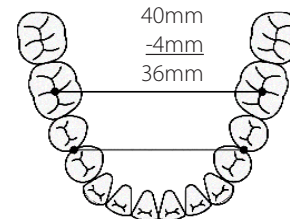

Fig. 1 / Abb. 1 / Afb. 1
1) When the mandibular permanent first molars are in a normal position, measure in millimeters across the arch, central pit to central pit. Then subtract 4mm from this measurement (**Fig. 1**). The result will yield the size of the rotator to use in the maxilla and includes 1.5 to 2mm of over-correction from the width of the molars bands and lingual sheaths. (When the rotation and expansion is **greater** than 4mm, we recommend you use the Nitanium Palatal Expander 2.)
1) Quando i primi molari mandibolari permanenti sono in posizione normale, misurare in millimetri la distanza trasversale dell'arco, dall'incavo centrale all'incavo centrale. Sottrarre 4mm dalla misura così ottenuta (**Fig. 1**). Il risultato corrisponde alla misura del rotatore da utilizzare nella mascella ed include 1,5-2mm di correzione in più dovuti allo spessore delle bande molari e delle guaine linguali. (Quando la rotazione e l'espansione **superano** 4mm, si consiglia di utilizzare il Nitanium Palatal Expander 2.)
1) Cuando los primeros molares mandibulares permanentes estén en posición normal, mida en milímetros a través del arco, de fosa central a fosa central. Luego reste 4mm de esta medida (**Fig. 1**). El resultado proporciona el tamaño del rotador que debe usarse en el maxilar e incluye una sobrecorrección de 1,5 a 2mm del ancho de las bandas molares y vainas linguales. (Cuando la rotación y expansión **exceden** 4mm, recomendamos utilizar el Nitanium Palatal Expander 2.)
1) Une fois les premières molaires de la mâchoire inférieure mises en position normale, mesurer la distance en millimètres en travers l'arcade, d'une fosse centrale à l'autre. Soustraire 4mm de cette valeur (**figure 1**). Le résultat est la taille du rotateur à utiliser pour l'arcade supérieure; elle comporte une correction de 1,5 à 2mm prenant en compte les bagues molaires et les attaches linguales. (Lorsque la rotation et l'expansion sont **supérieures** à 4mm, nous recommandons l'utilisation du Nitanium Palatal Expander 2.)
1) Sofern die mandibulären endgültigen ersten Molaren normal stehen, wird der Abstand über den Bogen in Millimetern gemessen (Zentralvertiefung zu Zentralvertiefung). Von diesem Wert 4mm abziehen (**Abb. 1**). Das Ergebnis gibt die Größe des in der Maxilla zu verwendenden Rotators an und berücksichtigt eine Überkorrektur von 1,5 bis 2mm von der Breite der Molarbänder und der lingualen Mäntel. (Sind die Drehung und Dehnung **größer** als 4mm, sollte der Nitanium Palatal Expander 2 verwendet werden.)